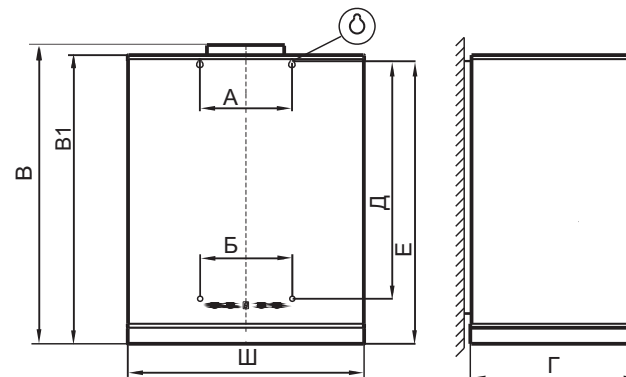

РИС. 3
6.1 Крепление вытяжного зонта (рис. 3):